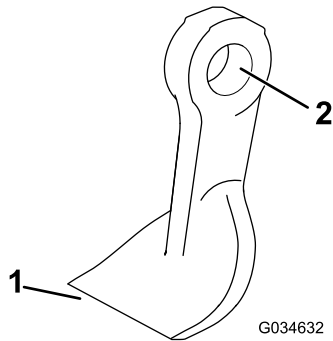

Figura 21
- Inspeccione cada cuchilla en busca de daños, prestando especial atención a las fijaciones, el filo de corte y el orificio de sujeción (Figura 21). Sustituya cualquier cuchilla o fijación que esté dañada.